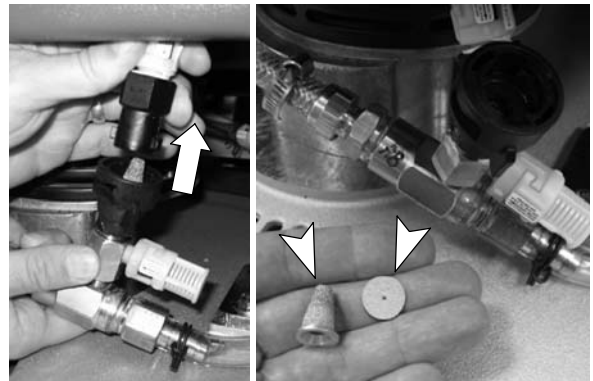

FIG. 50
2. Ouvrez le compartiment du filtre noir et nettoyez ou remplacez la plaque d'orifice et le filtre (Figure 50).